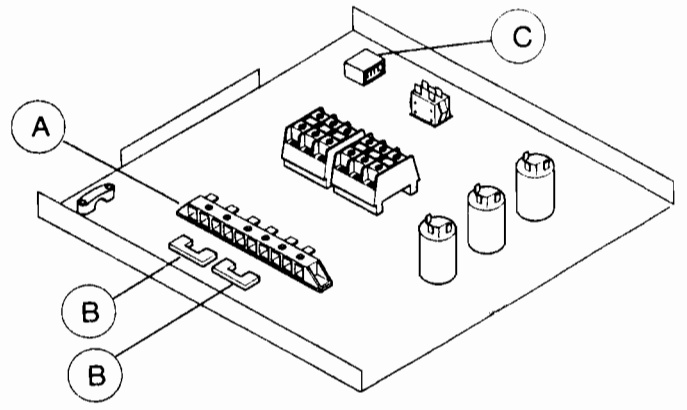

Fig. 3
- Aggiungere un ponticello "B" (fig.3) dato in dotazione, tra i morsetti n° 3 e 4 della morsettiera di alimentazione "A".
- Aggiungere i due ponticelli "B" (fig.3) dati in dotazione: uno tra i morsetti n°1 e 2, ed uno tra i morsetti n° 3 e 4 della morsettiera di alimentazione "A".
(fig. 3)